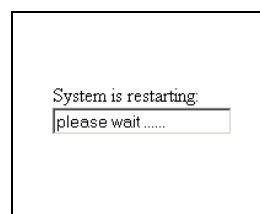

Figure 33 : Mode sans échec – Restauration du firmware (4)
4. Cliquez sur **Reboot** pour redémarrer l'IP Control, la Figure 33 apparaît :